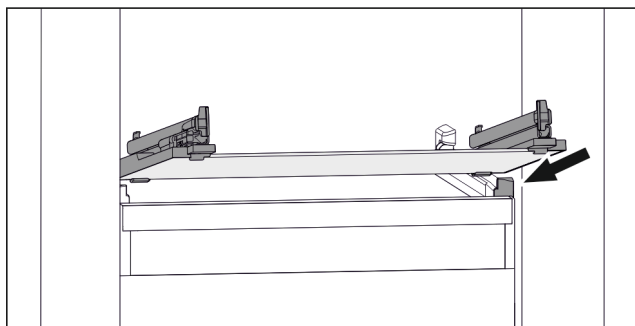

Fig. 113 Rappresentazione esemplificativa del ripiano in vetro
- Applicare il ripiano in vetro obliquamente dietro i fermi. (vedere Fig. 113)